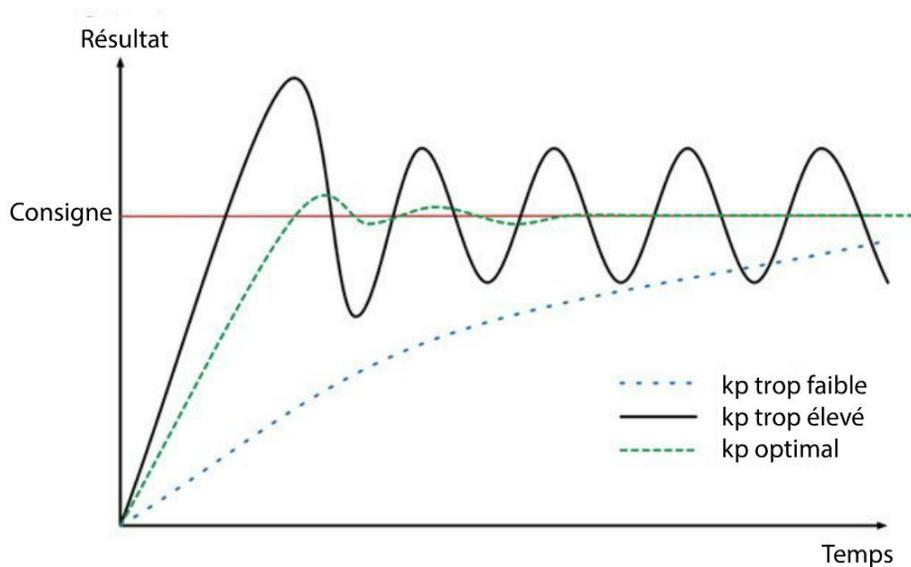

Figure 12-8. L'effet de k_p (gain) sur la sortie d'un régulateur proportionnel
Dans le cas d'un thermostat, l'écart sur lequel sont basés les calculs pour la puissance de sortie est une différence de température. Elle peut être exprimée en degrés Celsius. Par conséquent, si la température de consigne est de 30 °C et la température mesurée est de 25 °C, alors l'écart est de 5 °C (30-25 °C). Si vous utilisez la MLI avec une carte Arduino pour définir la puissance de sortie, la sortie attend une valeur comprise entre 0° et 255 °C. Si vous réglez directement la sortie sur la valeur de l'écart (5), très peu de puissance serait transmise au radiateur. Elle ne serait probablement pas suffisante pour faire monter la température jusqu'à 30 °C. C'est pourquoi l'erreur est multipliée par un nombre nommé k_p (ou gain) pour obtenir la puissance de sortie. Le réglage de k_p détermine la vitesse à laquelle la température montera pour atteindre la température de consigne. Si la valeur k_p est faible, il est possible que la température n'atteigne jamais la température de consigne. Si la valeur k_p est trop élevée, le système se comportera exactement comme le régulateur de température marche/arrêt et oscillera autour de la température de consigne. La figure 12-8 montre l'influence de différentes valeurs de k_p sur le comportement d'un système idéal.